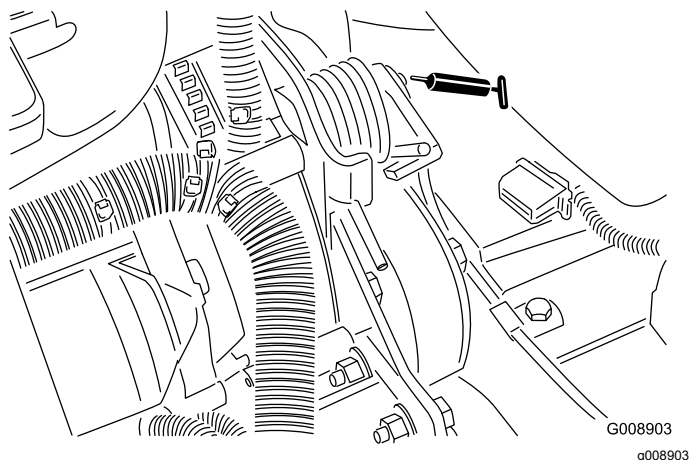

Рисунок 47
- Ось поворота механизма натяжения ремня (Рисунок 47)